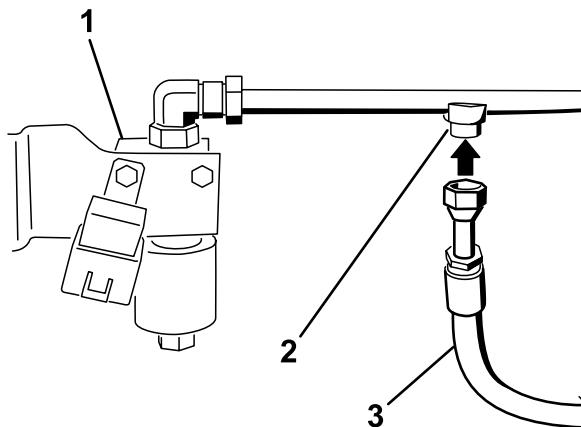

图 28
8. 将带接头的液压软管安装到 2 号液压管线的接头如图 28 所示。